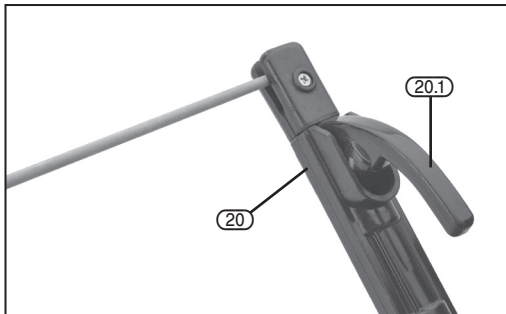

FIG. 13
8.7 MMA/ARC MACHINE OPERATION - FIG. 13